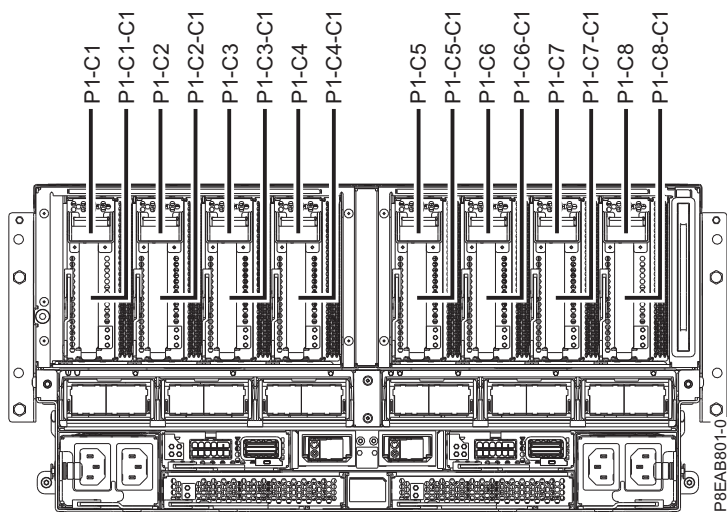

Figure 13. Emplacements de carte PCIe disponibles sur le système
1. Déterminez l'emplacement dans lequel vous souhaitez installer un carte PCIe. La Les emplacements de carte PCIe sont situés à l'arrière d'un système. figure 13 illustre les codes d'emplacement de carte PCIe.